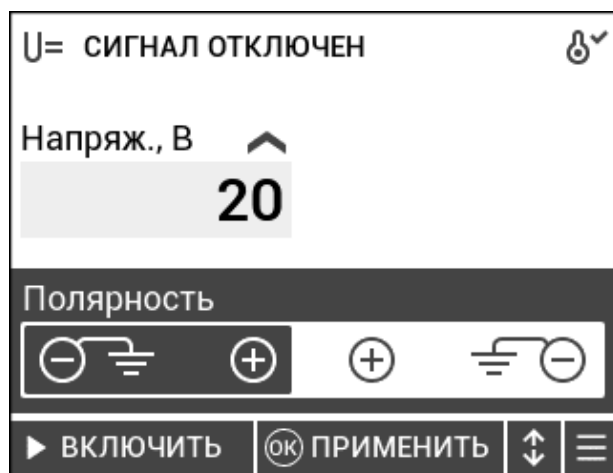

Рисунок 10 – Смена полярности
2.8.3.4 Чтобы сменить полярность, нужно в режиме редактирования нажать клавишу «Смена знака» ( $\pm$ ), «Влево» или «Вправо». Выбранная полярность выделяется черным прямоугольником (рисунок 10).